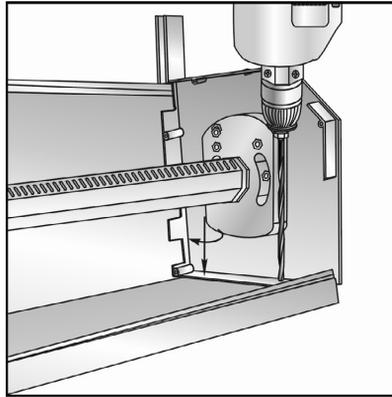

Abb.2.10
- Bei der Montage in der Öffnung sind zwei Löcher in der oberen Umbördelung jeder Blendenkappe zu bohren (Abb.2.10);